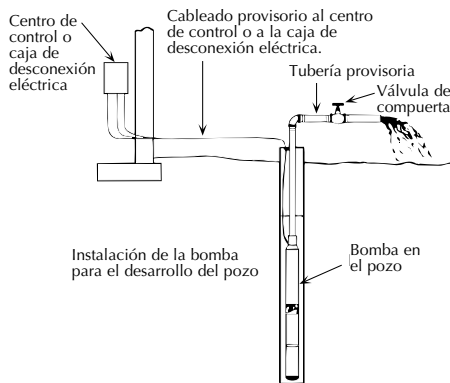

FIGURA 11 – Conexiones provisionales mientras se limpia el pozo para el arranque
- Conecte un codo de tubería, un tubo corto y una válvula de compuerta en la descarga de la bomba a la altura del cabezal del pozo (ver Figura 11).
- Coloque la válvula de compuerta en la posición de descarga 1/3 abierta; arranque la bomba (ver Figura 11).